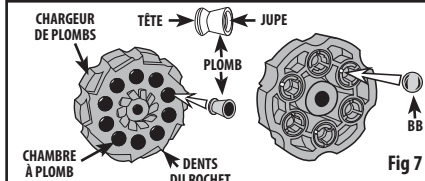

Fig 7
- Pour le chargeur du plomb, insérez un plomb de calibre .177, la tête en premier, dans chaque chambre à plomb. (Figure 7) pour le chargeur BB, insérez un BB dans chaque chambre à BB.